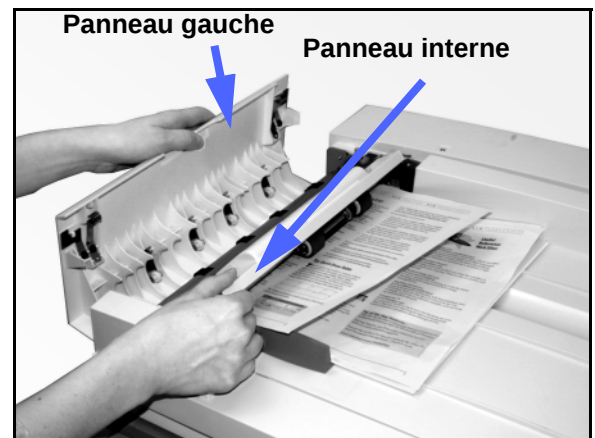

Figure 7 : Ouverture du cache gauche et panneau interne
- 1** Relevez le panneau gauche du chargeur en procédant comme indiqué à la figure 7.